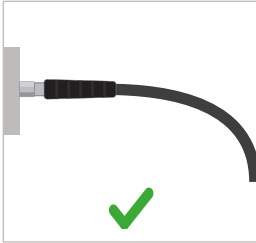
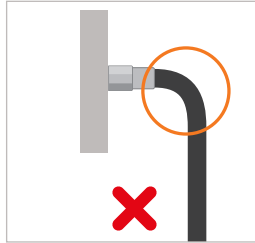

Abbildung 1
Abbildung 2
- ▶ Stellen Sie sicher, dass die Biegung eines Schlauches erst nach einer Länge von 19 mm beginnt, um Knickung Zugbeanspruchung zu vermeiden (*Abbildung 1* und *Abbildung 2*).